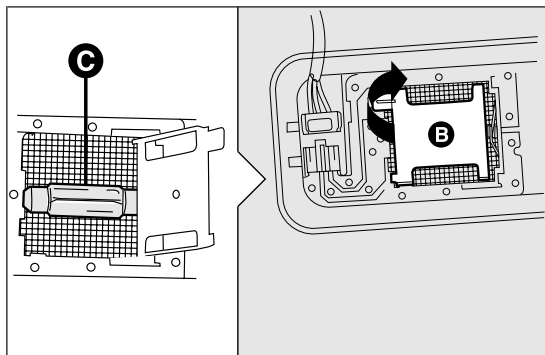

fig. 158
- ☐ aprire la copertura B fig. 158 come indicato;
- ☐ sostituire la lampada C fig. 158 svincolandola dai contatti laterali, inserire la nuova lampada accertandosi che la stessa risulti correttamente bloccata tra i contatti stessi;